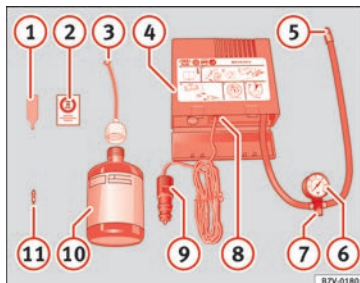

Abb. 163 Prinzipdarstellung: Bestandteile des Pannensets
Das Pannenset befindet sich im Gepäckraum unter dem Bodenbelag. Es besteht aus folgenden Bestandteilen » Abb. 163:
Den Reifenfüllschlauch »» **Abb. 163** ⑤ wieder anschließen und den Reifenfülldruck an der Reifenfülldruckanzeige ⑥ ablesen.